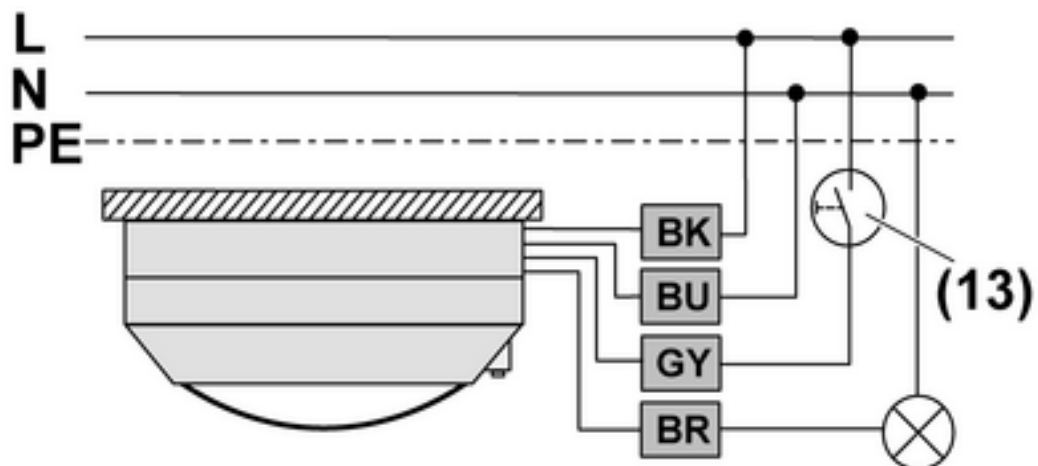

Bild 6: Anschlussplan
- Präsenzmelder nach Anschlussplan anschließen (Bild 6).
- Optional Installationstaster (13) anschließen (Bild 6). Dieser wird nur benötigt, wenn auch eine manuelle Bedienung gewünscht ist.